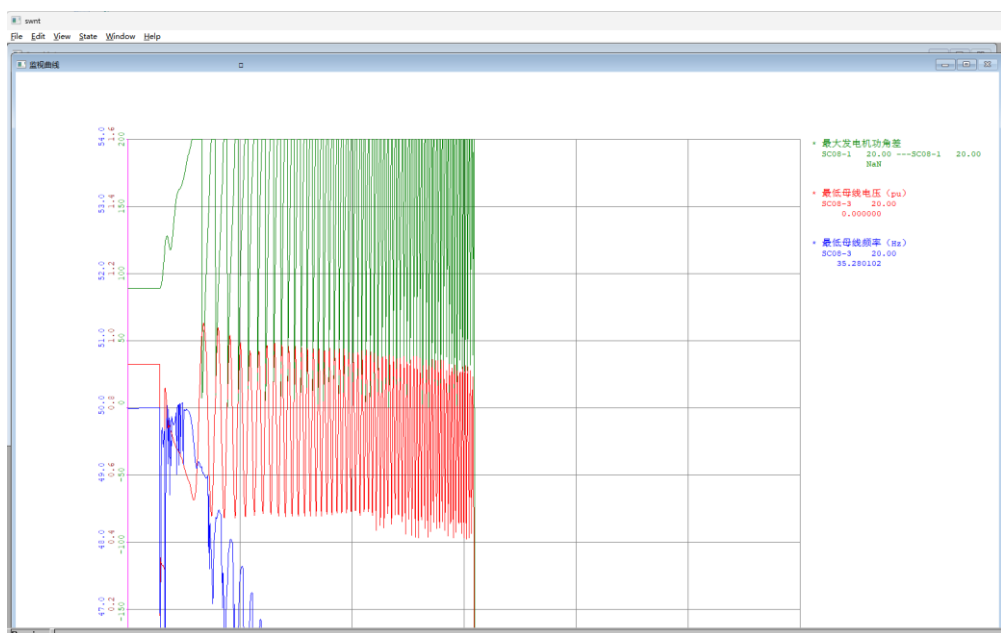

图 8 稳定曲线
3) 稳定计算过程中会自动弹出稳定曲线, 如图 8 所示。图中展现了仿真过程中最大发电机功角差、最低母线电压和最低母线频率等电气量的变化, 初步观测当前故障下系统的稳定情况。